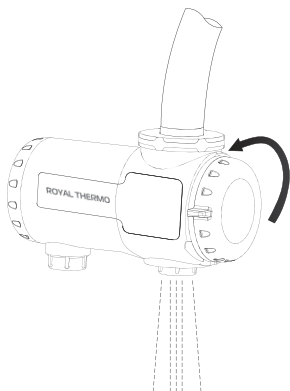

Рис.1
- 1) Поверните кран смесителя, поверните переключатель водонагревателя вниз и выпустите холодную воду (рис.1).